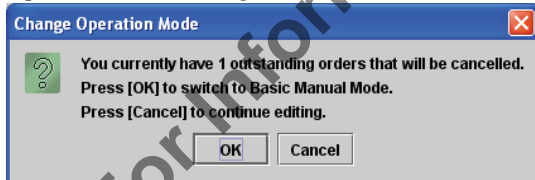
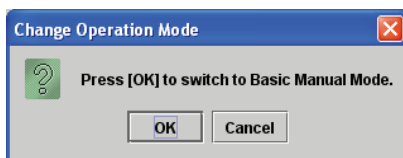
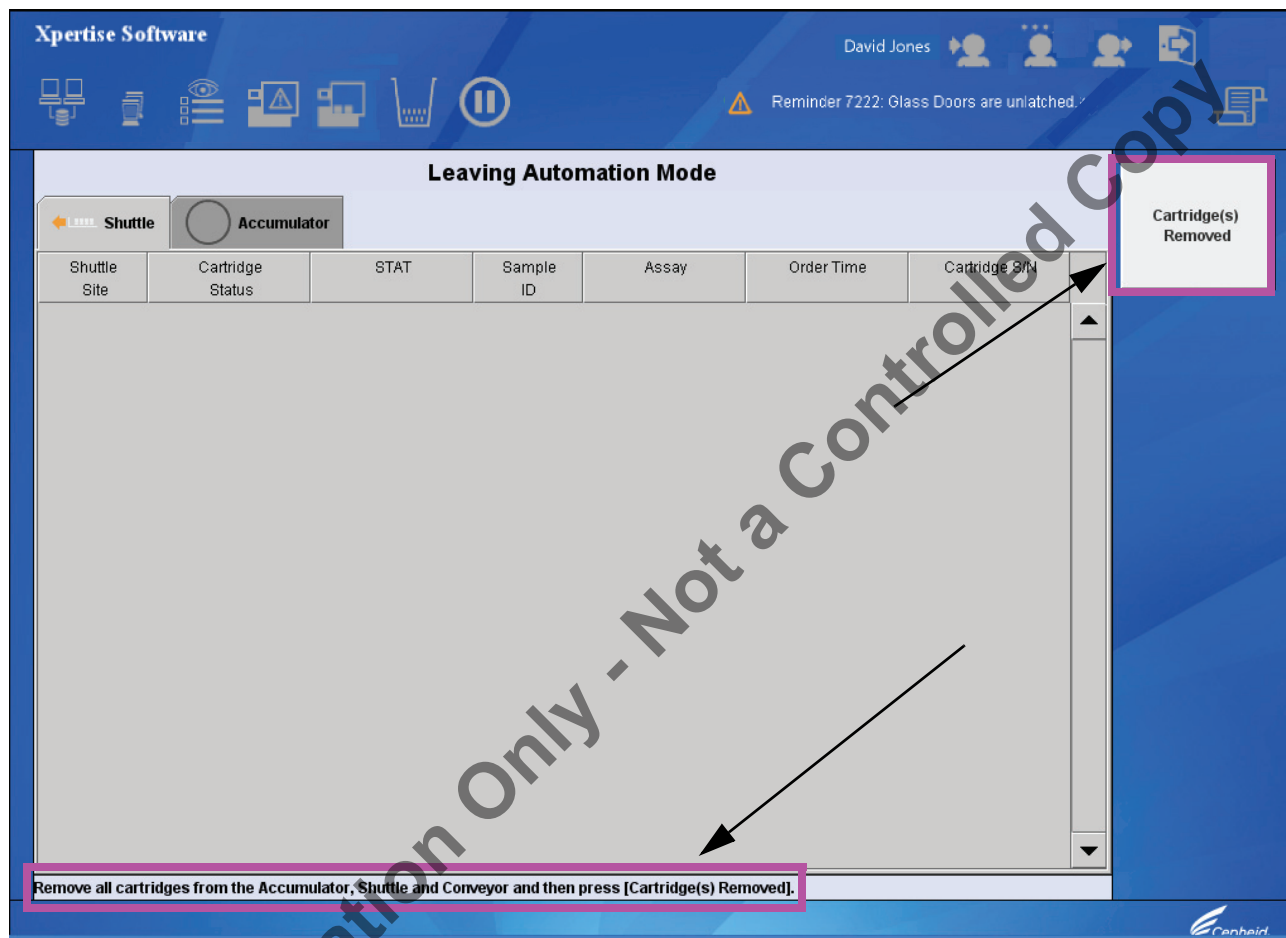
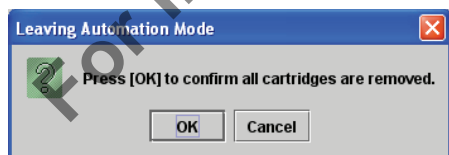

Figura 54. Caixa de diálogo Change Operation Mode (Alterar modo de funcionamento) — quando existem pedidos pendentes
Figura 55. Caixa de diálogo Change Operation Mode (Alterar modo de funcionamento) — quando não existem pedidos pendentes
Figura 56. Área de trabalho Leaving Automation Mode (A sair do modo automático)
Figura 57. Caixa de diálogo Leaving Automation Mode (A sair do modo automático)
Quando houver pedidos pendentes, aparece a caixa de diálogo Change Operation Mode (Alterar modo de funcionamento) mostrada na Figura 54; de contrário, aparecerá apenas como é apresentado na Figura 55.
Aparece a caixa de diálogo de confirmação de alteração para Manual Mode (Modo Manual) (Figura 54).
7. No caso da caixa de diálogo de pedidos pendentes, clique em **OK** para ir para a área de trabalho do Leaving Automation Mode (A sair do modo automático) (Figura 54).
8. No caso da caixa de diálogo sem pedidos pendentes, clique em **OK**. Figura 54. Aparece a área de trabalho Leaving Automation Mode (A sair do modo automático) (Figura 56).
9. Conforme indicado na parte inferior do Leaving Automation Mode (Modo a sair do modo automático) (Figura 56), abra as portas de vidro, retire todos os cartuchos do acumulador, vaivém e transportador e, em seguida, prima o botão **Cartridge(s) Removed** (Cartucho[s] removido[s]). Aparece a caixa de diálogo Leaving Automation Mode (A sair do modo automático) (Figura 57).
10. Clique no botão **OK** (Figura 57).